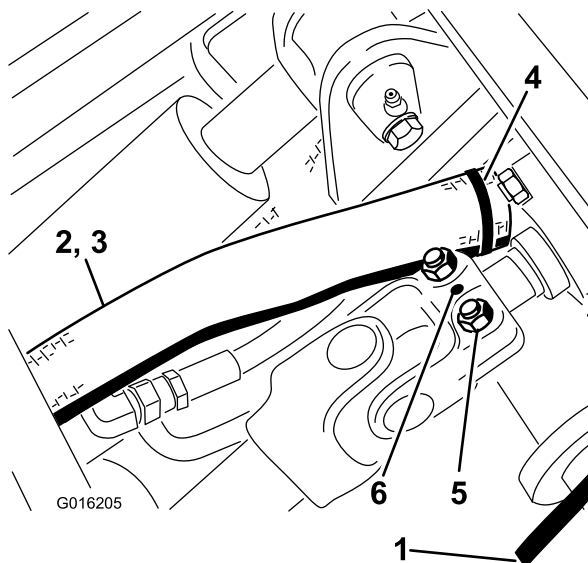

Figura 73
4. Retire el pasador cilíndrico y afloje los 2 pernos que sujetan el árbol de transmisión al eje de la caja de engranajes (Figura 73). Retire el árbol de transmisión del eje de la caja de engranajes.